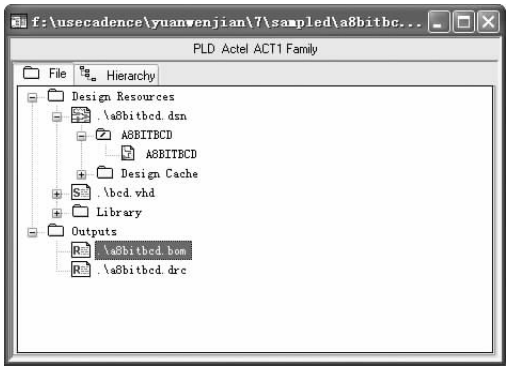

图 7-39 加载到项目管理器
2) 单击  按钮，即可创建完成元件清单。同时在“Project Manager”项目中 Outputs 目录下生成“. bom”文件，如图 7-39 所示。